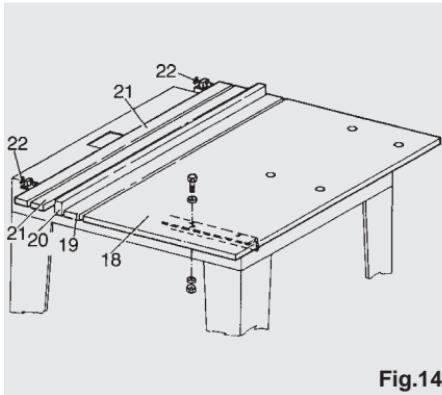

Fig.14
- 3) Alle boltene i vinkeljernene spændes fast. Nu kan planet monteres. Træpladen (18) placeres som vist i fig. 14 og spændes fast med de angivne skruer, skiver og møtrikker. Derefter monteres følgende dele:
- den forreste liste (19), bredde 85 mm;
- stoplisten (20), bred 60 mm;
- de to lister (21) bag stoplisten bred 60 mm;
- Alle listerne spændes fast på planet med vingeskruerne (22).